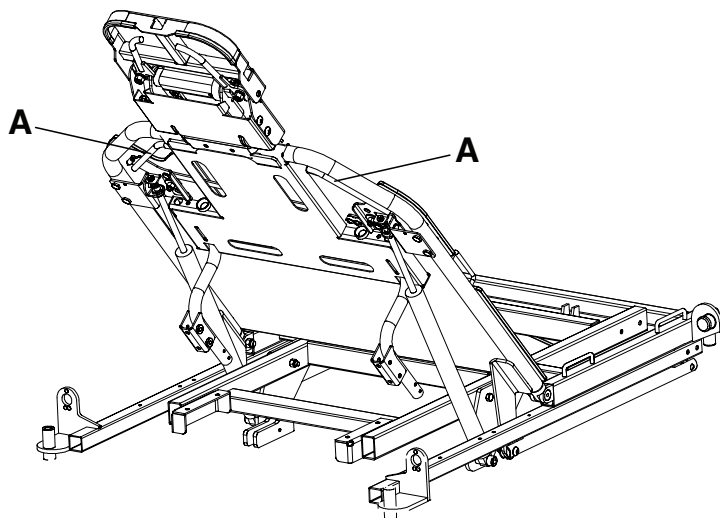

Figura 5 – Schienale Fowler
Per sollevare o abbassare lo schienale Fowler, premere la maniglia rossa (A) verso il telaio dello schienale. Sollevare o spingere lo schienale Fowler verso il basso per spostarlo alla posizione desiderata (tra 0 e 90 gradi) (Figura 5).